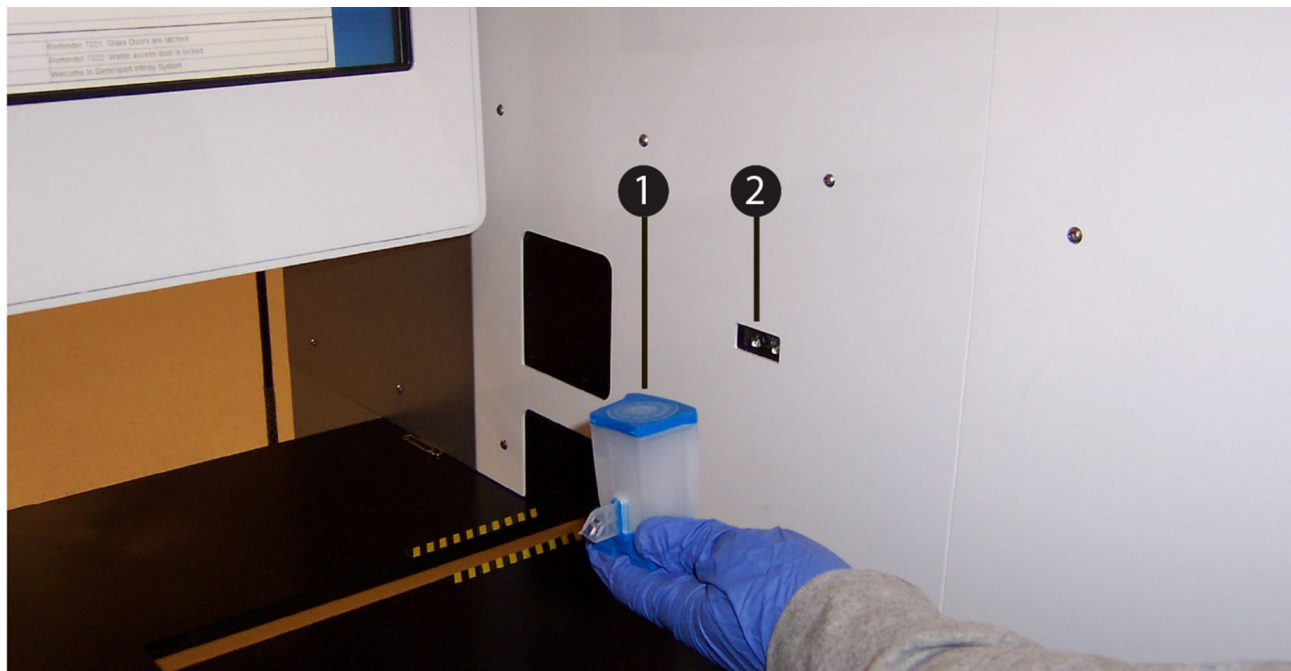

Figura 5-205. Ler o código de barras do cartucho com o leitor de códigos de barras do quiosque
3. Como ilustrado na Figura 5-205, leia o código de barras do cartucho (Item n.º 1) com o leitor de códigos de barras do quiosque (Item n.º 2). O sistema GeneXpert Infinity vai consultar o sistema Cepheid Link para verificar se o pedido existe no sistema. Se o pedido existir, o pedido será transferido para o sistema GeneXpert Infinity.